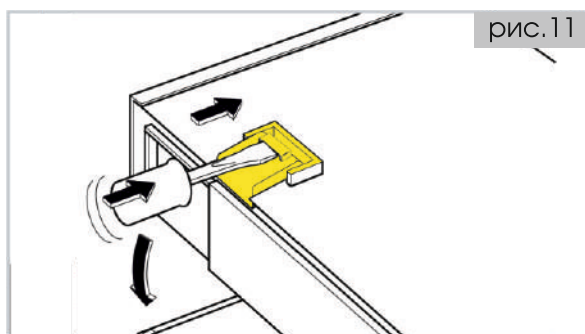

рис.11
- Снять крышку с отсека питания с помощью отвертки. (рис.11)